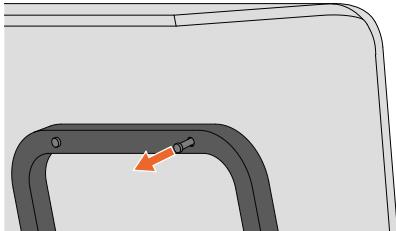

Abbildung 2 - Entfernen des Bolzens von der Rückenlehne.
3. Schrauben Sie auf der Rückseite der Bank den Bolzen und die Unterlegscheibe ab, wie in Abbildung 2 dargestellt.